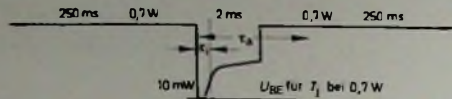

Bild 3. Impulsverlauf des Emittierstromes von T1
2. Man heizt den Transistor mit einer bestimmten, möglichst großen Leistung auf und mißt dann kurzzeitig (indem pulsförmig der Kollektorstrom reduziert wird) U_{BE} mit den gleichen Bedingungen wie bei der Aufnahme der $U_{BE} = f(T_j)$ -Kennlinien (Bild 2). Der Oszillograf für die Messungen muß entweder eine definierte (konstante) Nullpunktunterdrückung haben (Tektronix mit Einschub Typ „W“), oder der Nullpunkt muß mit einer von außen einzuspeisenden Gleichspannung, deren Wert bekannt ist, unterdrückt werden. Gemessen wird die niedrigste Spannung (Spitze). Die innere Wärmezeitkonstante τ_i kann dabei ebenfalls bestimmt werden (Bild 3). Das Verhältnis der Belastungszeit zur Meßzeit soll möglichst größer als 100 gewählt werden (DIN 4/729). Das ist besonders wichtig, wenn der Transistor mit Kühlkörper gemessen wird, weil dadurch die äußere Wärmezeitkonstante τ_e